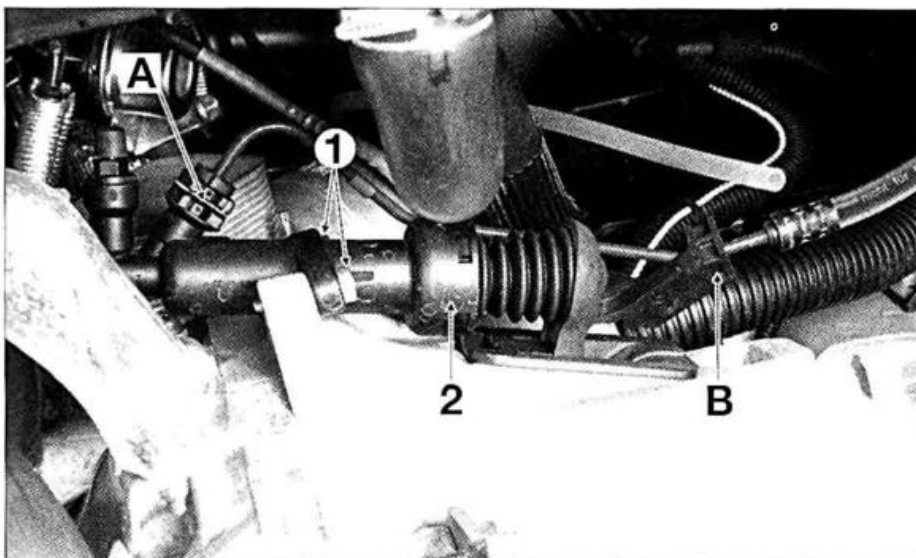

FIG. 6
- Desengrapar el tubo en "B" (fig. 6).
- Desmontar los dos tornillos (1).